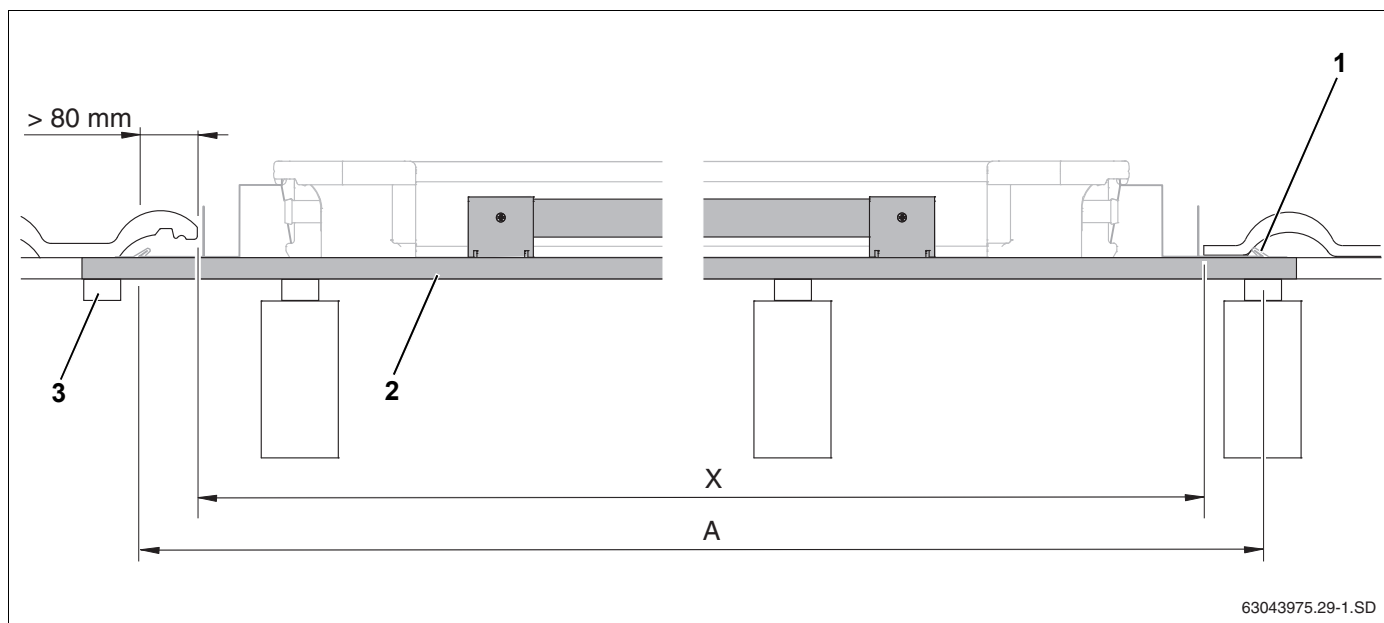
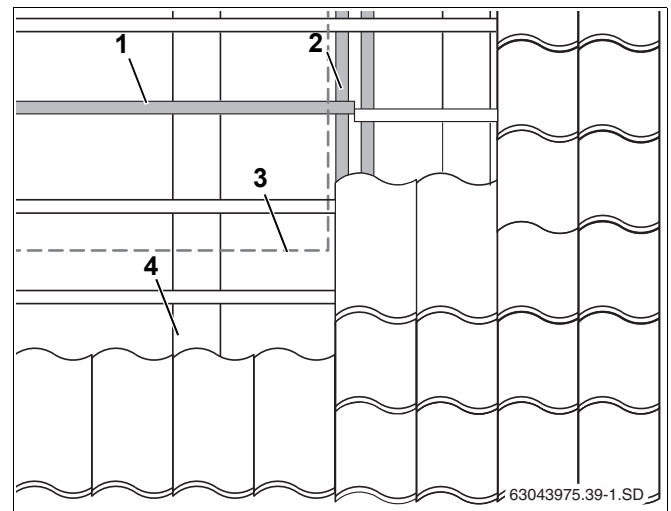

Рис. 9 Длина дополнительной обрешетки (здесь: первая рейка обрешетки внизу с креплением от сползания)
Рис. 13 Смещение обрешетки в области коллекторов
Минимальная длина дополнительной обрешетки (рис. 9, **поз. 2**) соответствует ширине поля коллекторов (таб. 5, стр. 14, размер А) плюс примерно 10 см для боковых прижимов (рис. 9, **поз. 1**).
- ▶ Закрепите стыки обрешетки на стропилах или прочно соедините с имеющейся обрешеткой крыши (рис. 9, **поз. 3** и рис. 13, **поз. 2**).
Если понадобится установить дополнительную обрешетку (рис. 13, **поз. 1**) в зоне уже существующей, то нужно существующую обрешетку сместить в зоне поля коллектора (рис. 13, **поз. 3**) и прочно закрепить (рис. 13, **поз. 2**).